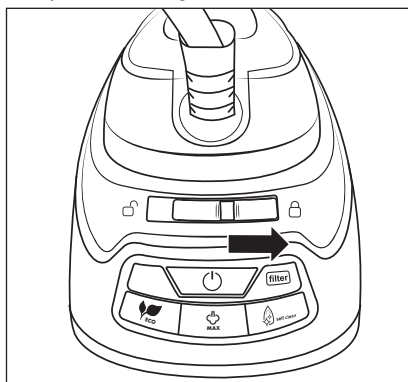

Fig. 8
- 4) Bloqueie o ferro de engomar a vapor **1**, deslocando o interruptor de bloqueio **15** para a direita, na direção do símbolo  (bloqueado) (ver fig. 8).